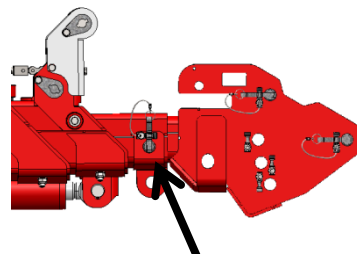

Abbildung 44
- Befestigen Sie das 30°-Verstellteil am Ausleger und sichern Sie es mit Hilfe des Sicherungsbolzens und Sicherungstifts (siehe *Abbildung 44*).